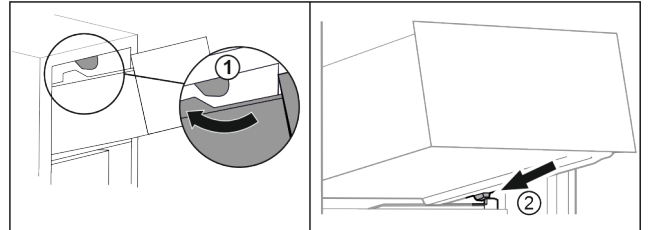

Fig. 98
- ▶ Lade om de bovenste stoppers leiden. Fig. 98 (1)
- ▶ Lade schuin achter de onderste stoppers op containerrib plaatsen. Fig. 98 (2)